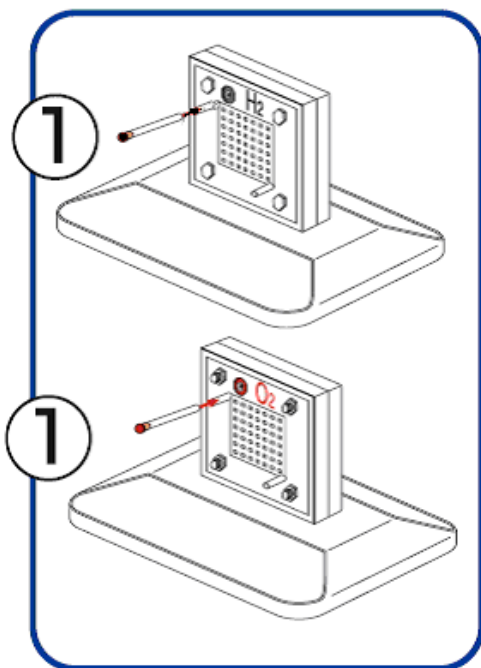

図 1. 電気分解装置のチューブ取り付け位置
① 電気分解装置用台に電気分解装置を取り付ける（取付済）。黒いピンの付いた短いチューブを水素側（黒の電極）の上側のノズルに取り付ける。赤いピンの付いた短いチューブを酸素側（赤の電極）の上側のノズルに取り付け、その後に赤いピンを外す。（図 1 参照）